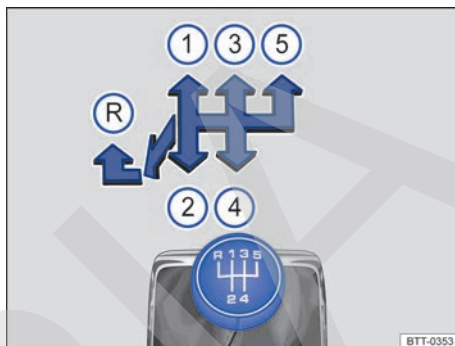

Fig. 99 Esquema de cambios de la transmisión manual de 5 marchas.
Las posiciones de cada marcha están representadas en la palanca de cambios → **fig. 99**.
- Empujar la palanca de cambios totalmente hacia la izquierda y después hacia adelante hasta la posición de la marcha atrás → **fig. 99** (R).